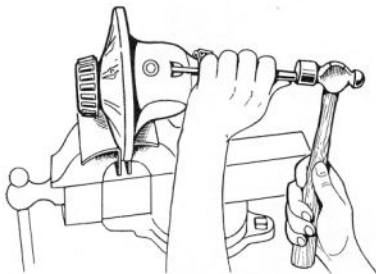

FIGURE 3.—Démontage de la goupille de blocage.
6. L'axe des satellites No. 13 est maintenu en place par une goupille de blocage No. 25. Avec un petit poinçon, chasser cette goupille pour retirer ensuite l'axe des satellites (voir fig. 3).